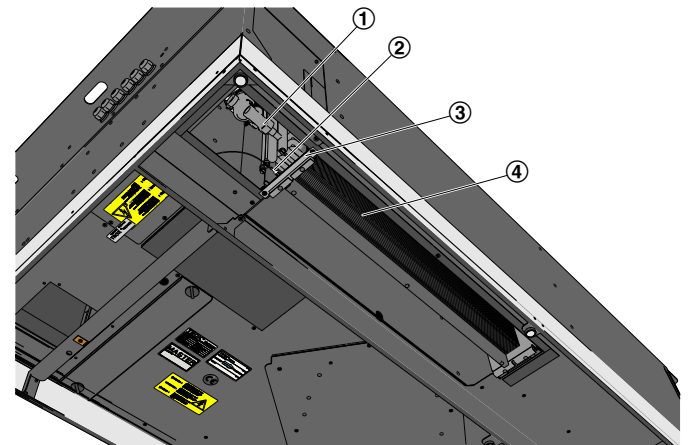

Abb. 27: Wärmeübertrager demontieren
- ▶ Schutzleiter (Abb. 27/2) am Wärmeübertrager lösen.
- ▶ Betriebsdruck der wasserseitigen Anschlüsse (Abb. 27/1) ablassen und die Rohrverschraubungen am Wärmeübertrager lösen.
8. ▶ Die Halterung (Abb. 27/3) des Wärmeübertragers durch Lösen der beiden Kreuzschlitzschrauben demontieren und den Wärmeübertrager nach unten aus dem Gerät herausziehen.